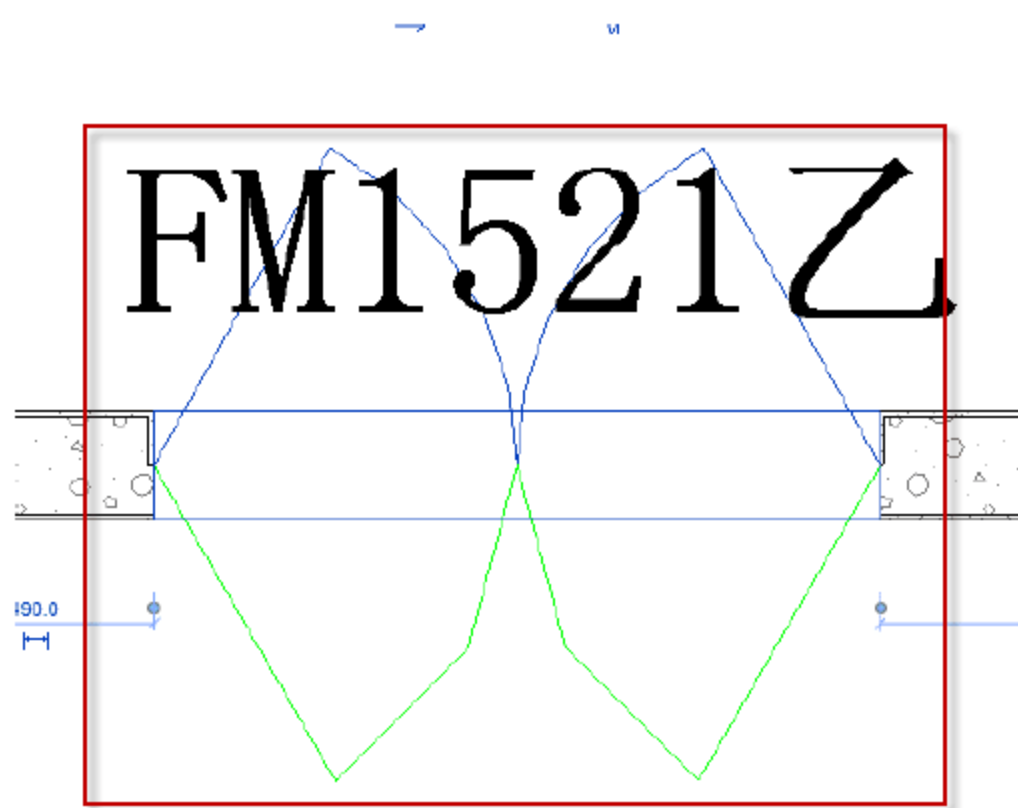
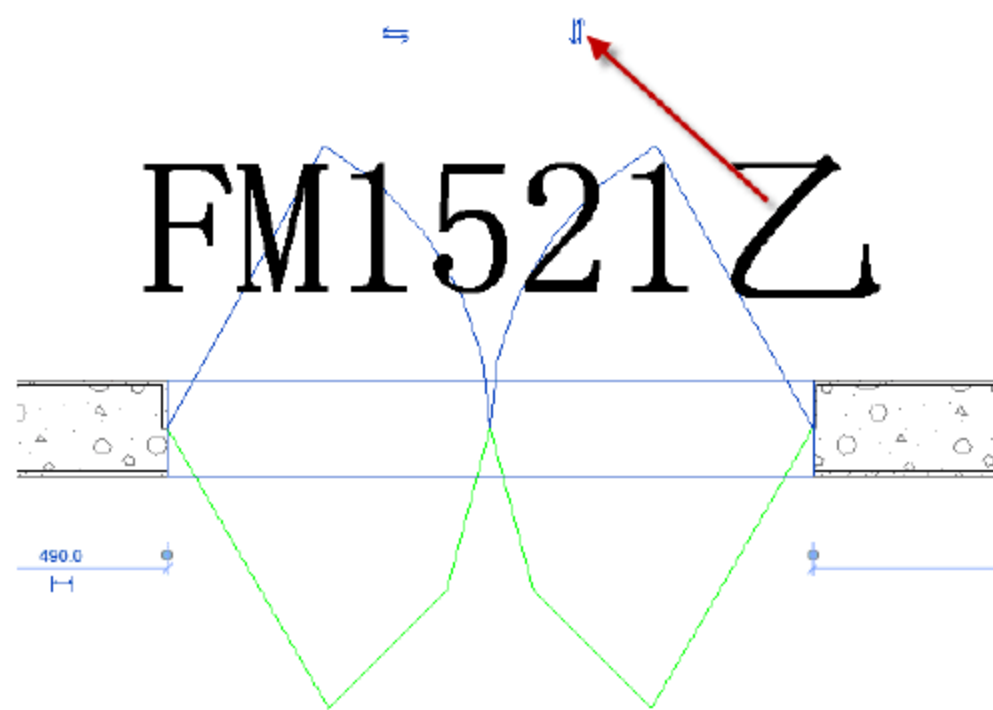

图 9.3.16 完成“FM1521 乙”族的插入
图 9.3.17 翻转“FM1521 乙”实例面
(13) 翻转“FM1521 乙”实例面。完成移动门族后，发现前面建的门族的实例面与导入的 CAD 底图不一致，如图 9.3.16 所示。这时就可以单击已经插入的门族附近的“翻转实例面”，如图 9.3.17 所示。